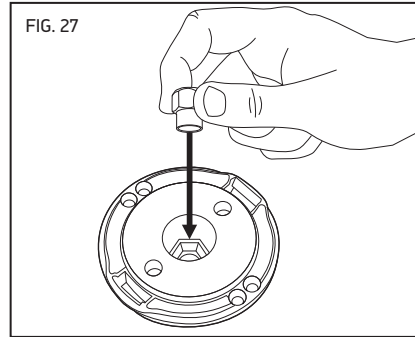

FIG. 27
- Para fijar un nuevo cabezal del GSL, deslice la tuerca a la apertura del centro del cabezal (Fig. 27).